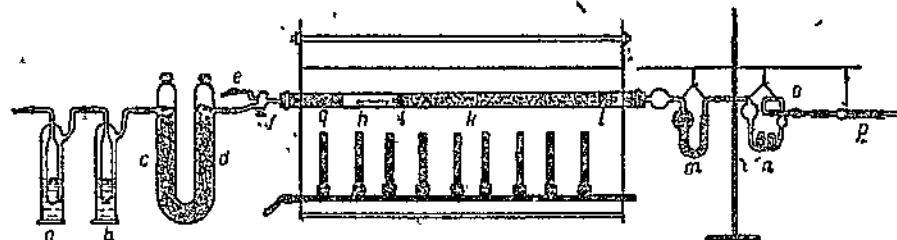

Рис. 68. Анализ по Либиху.
из металлического жолоба, под которым расположены 15 — 20 горелок; на жолоб кладется стеклянная тугойлавкая трубка (рис. 68). Для лучшего нагревания трубка закрывается сверху глиняными кафлями. Работа распадается на пять частей: 1) снаряжение хлоркальциевых трубок, кали-аппарата и сушильного прибора, 2) наполнение трубки для сожжения и ее прогревание, 3) взвешивание поглотительных приборов и вещества, 4) сожжение и 5) повторное взвешивание поглотительных аппаратов.
1. Получающаяся при сожжении вещества вода поглощается U-образной хлоркальциевой трубкой *m* (рис. 68). Трубка наполняется зерненым хлористым кальцием, который покрывается небольшим слоем ваты. Открытое колено трубки закрывается каучуковой пробкой, через которую проходит изогнутая под прямым углом трубка.